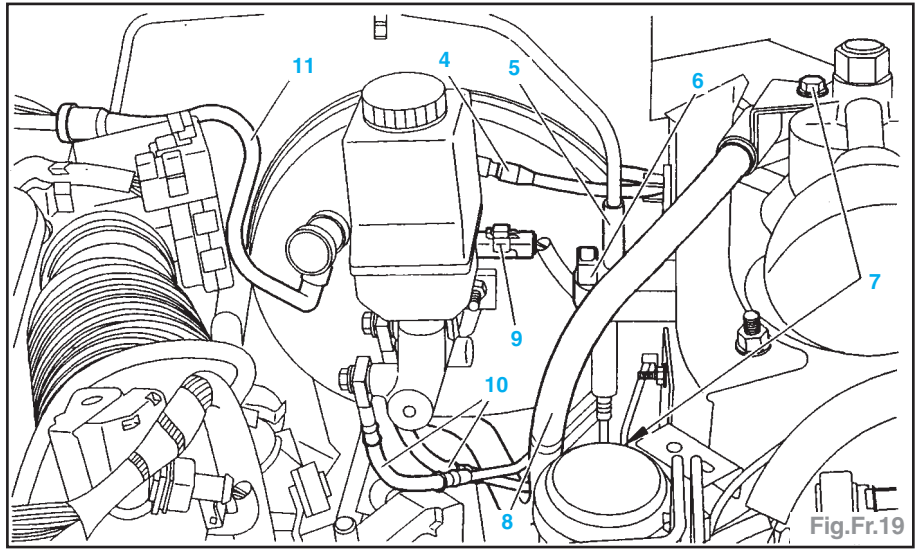

Fig.Fr.19
- Déconnecter le connecteur (9) (Fig.Fr.19).
- le tuyau (4),
- le tube de dépression (11) de l'amplificateur de freinage,